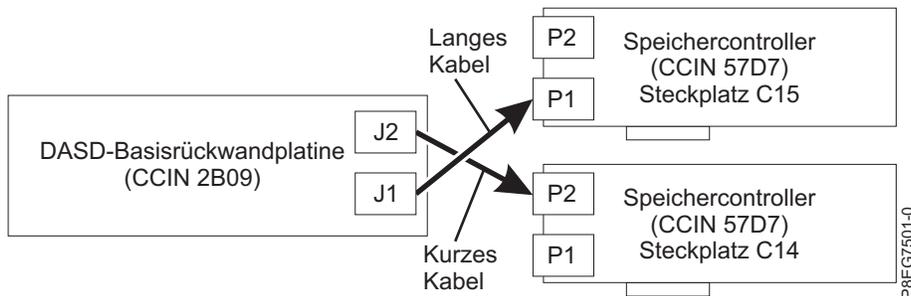

Abbildung 11. Erneutes Anschließen des SAS-Kabels bei einer Konfiguration mit unterteilter Festplatte
- Wenn Sie über zwei interne PCIe3-x8-SAS-RAID-Adapter (CCIN 57D7) verfügen (unterteilte Festplatte), verbindet das kurze SAS-Kabel den Anschluss an der Rückwandplatine des oberen Plattenlaufwerks (J2) mit dem Anschluss P2 am Adapter in Steckplatz P1-C14. Das lange SAS-Kabel verbindet den Anschluss an der Rückwandplatine des unteren Plattenlaufwerks (J1) mit dem Anschluss P1 am Adapter in Steckplatz P1-C15. Siehe Abb. 11 auf Seite 12.